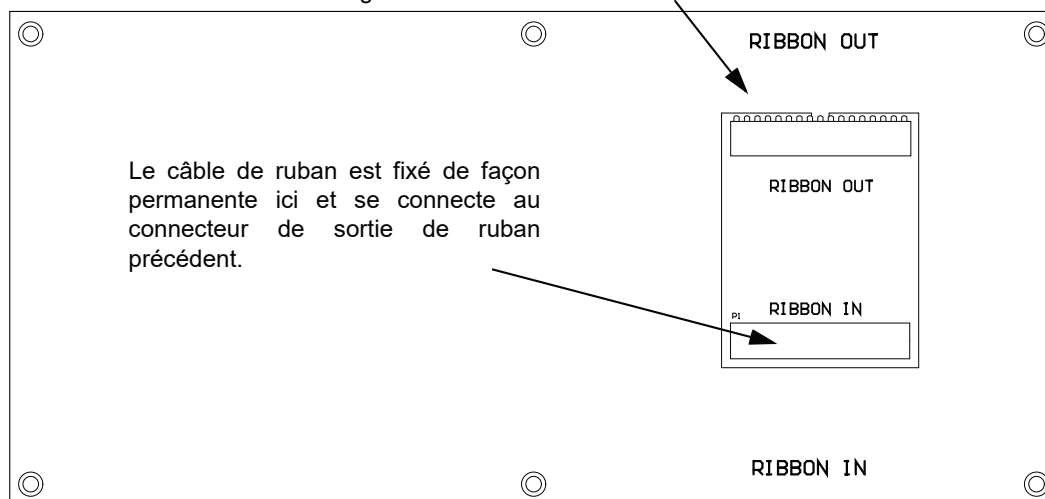

Figure 9 Connexions des câbles de l'IPS-2424DS
2. Déconnecter l'alimentation principale et l'alimentation de secours et connecter l'IPS-2424DS comme indiqué sur la Figure 9.